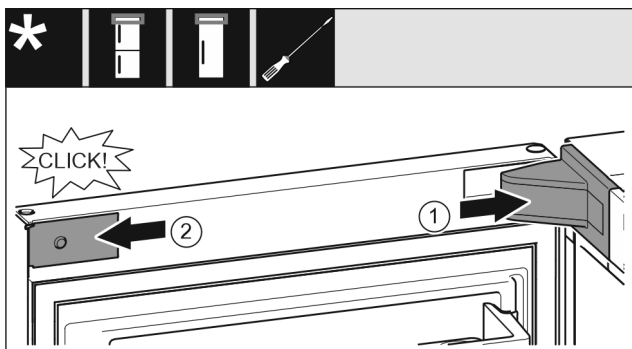

Fig. 23
- ▶ Poser et enclencher le cache du support de palier, l'introduire en appuyant délicatement. *Fig. 23 (1)*
- ▶ Mettre en place le cache latéralement et l'enclencher. *Fig. 23 (2)*